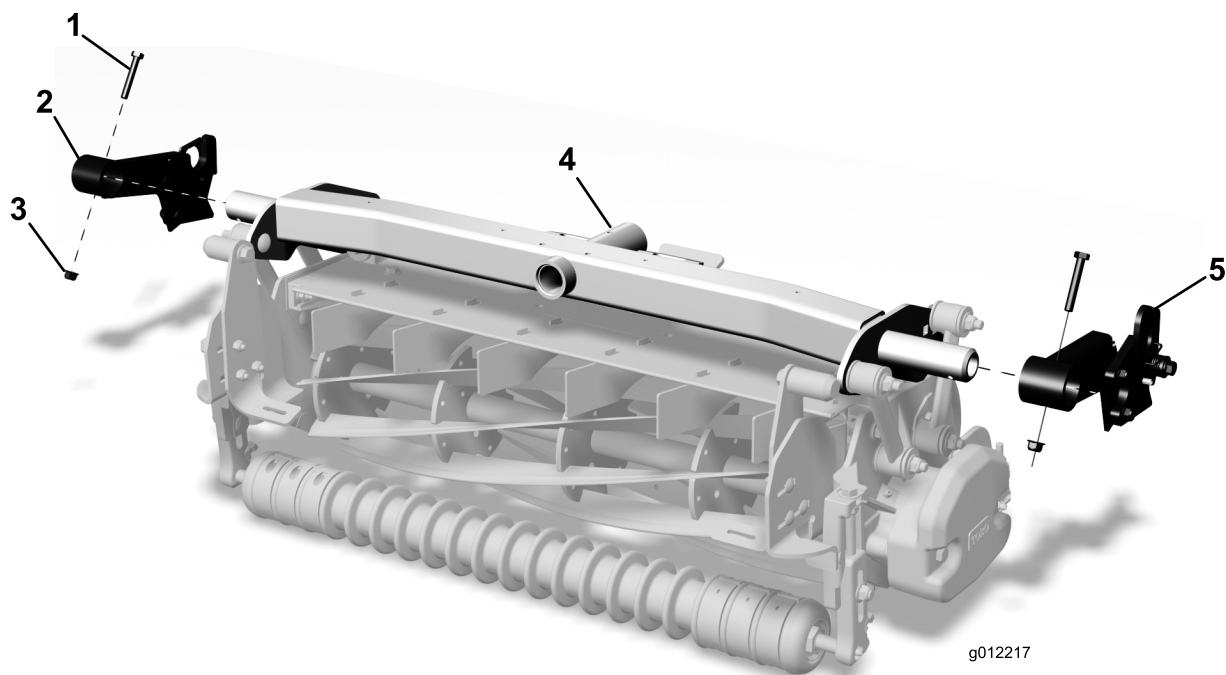

Рисунок 5
5. Установите правый кронштейн корзины с направляющей в сборе на правом конце трубы несущей рамы режущего блока (Рисунок 5).
6. Совместите отверстия кронштейна корзины с отверстием в трубе несущей рамы и закрепите конструкцию болтом (5/16 x 2 1/4 дюйма) и фланцевой гайкой (5/16 дюйма), как показано на Рисунок 5.
7. Установите левый кронштейн корзины с кронштейном в сборе на левом конце трубы несущей рамы режущего блока (Рисунок 5).
8. Совместите отверстия кронштейна корзины с отверстием в трубе несущей рамы и закрепите конструкцию болтом (5/16 x 2 1/4 дюйма) и фланцевой гайкой (5/16 дюйма), как показано на Рисунок 5.